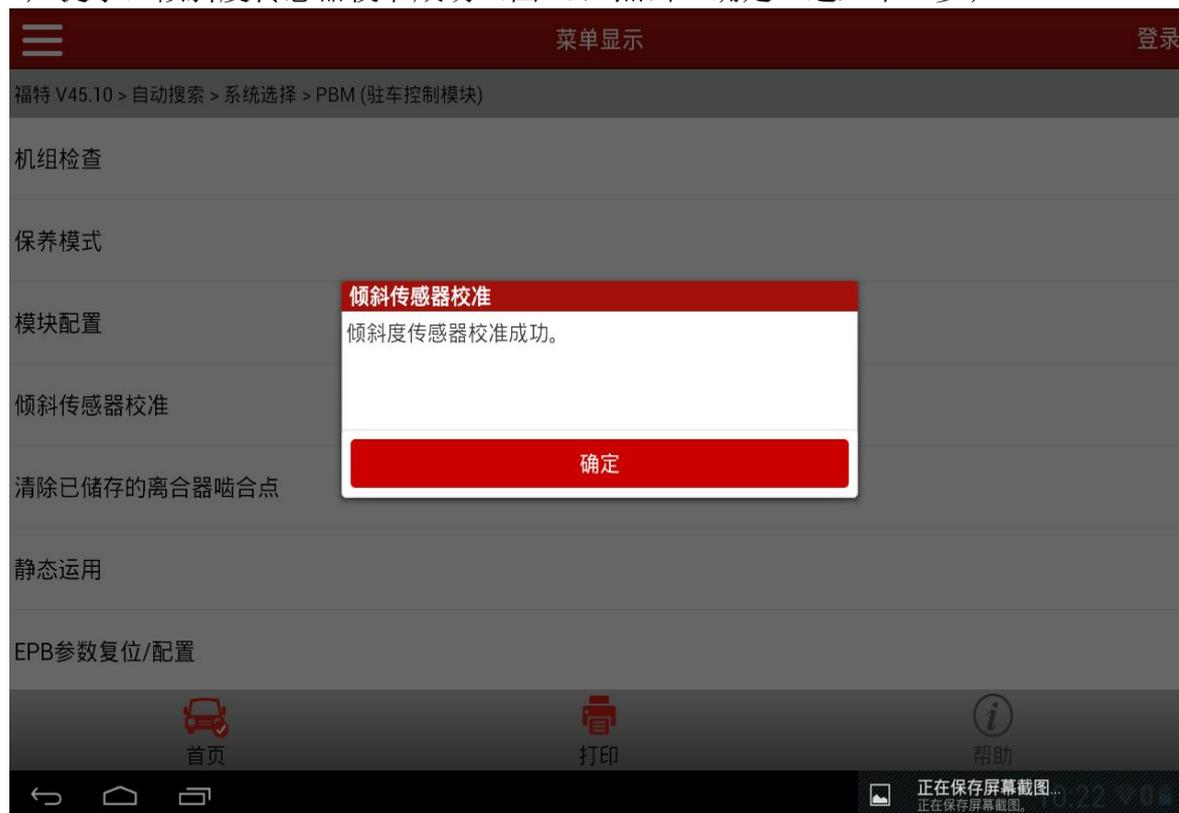

图 7
7). 提示：倾斜度传感器校准成功（图 7），点击“确定”进入下一步；